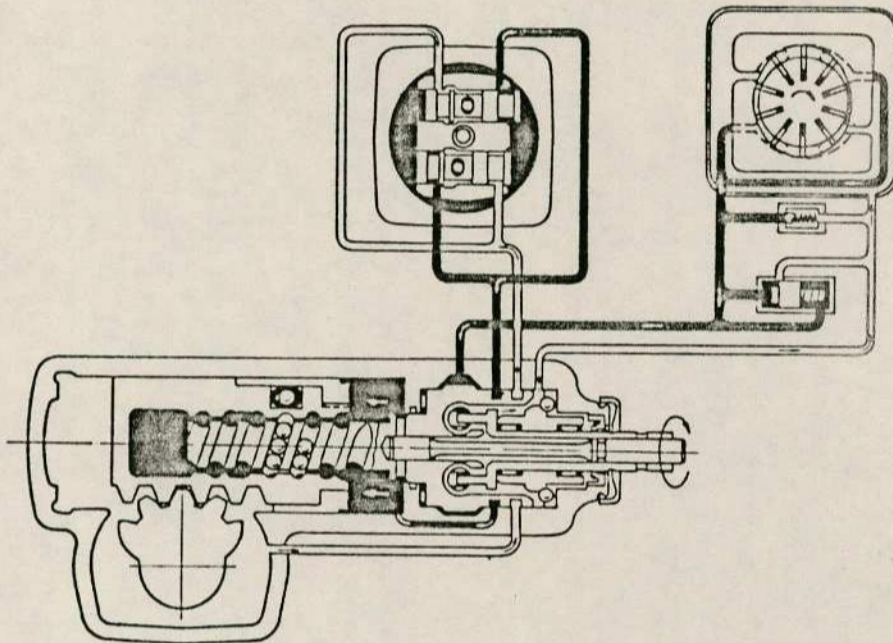

Figura 2
Ver Figura 2
Na posição descrita da válvula segundo a figura 2, o óleo sob pressão flui através da aresta de entrada (L) do êmbolo superior (J) da válvula para o entalhe radial esquerdo (N) e de lá chega ao lado direito do êmbolo (B) de modo que seja assegurado o auxílio hidráulico do movimento do êmbolo (B).